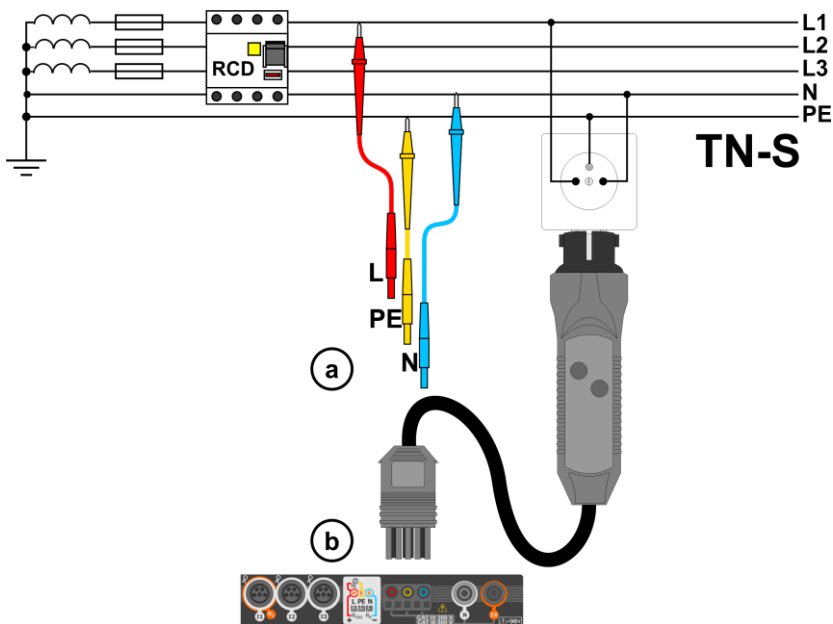
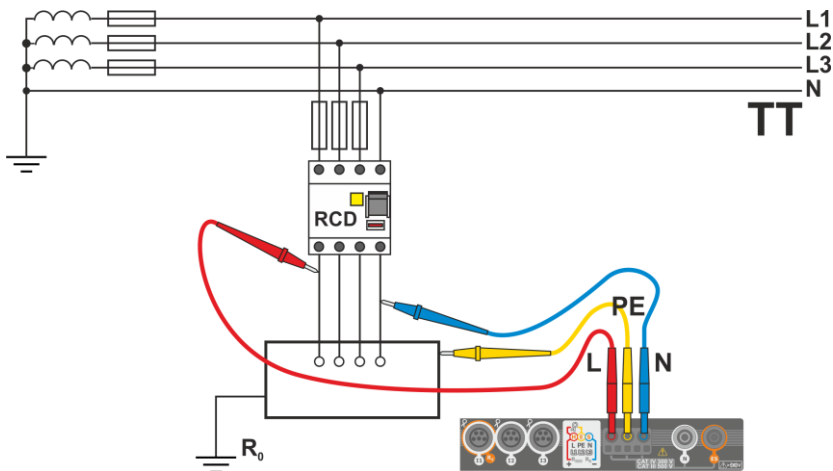
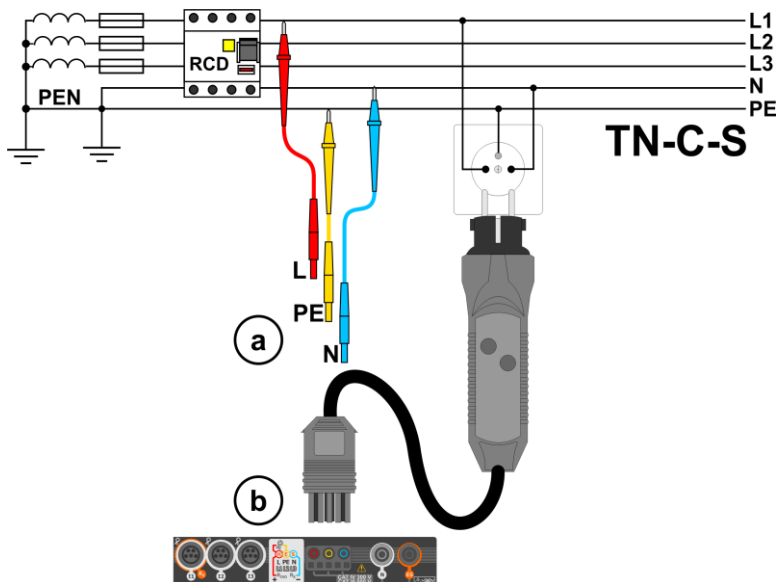

Fig. 4.3 Medición en el sistema TN-S
Fig. 4.4 Medición en el sistema TT
Fig. 4.5 Medición en el sistema TN-C-S
- 1 Conectar los cables de medición según la Fig. 4.3, Fig. 4.4 o Fig. 4.5.